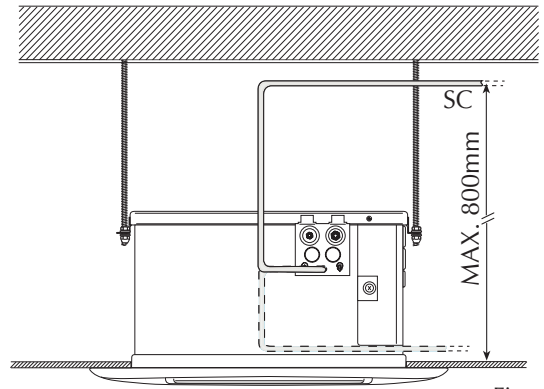

Fig. 5
**La pompa consente una prevalenza massima di 80 cm dal livello del controsoffitto** (fig. 5), se questa altezza non fosse sufficiente si dovrà utilizzare un dispositivo ausiliario.